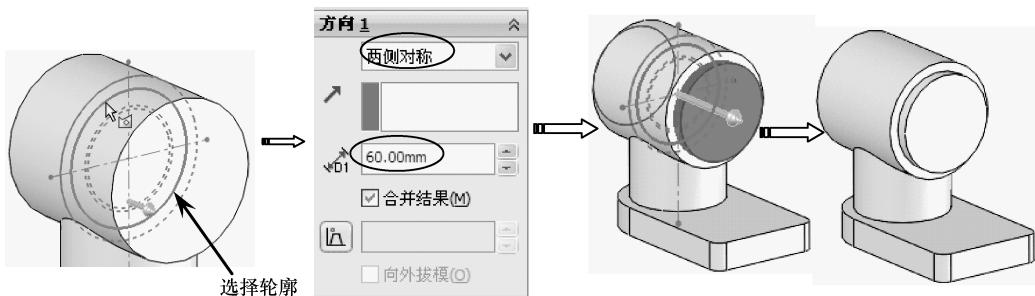

图 1-80 创建第 2 个拉伸特征
- 08 使用【拉伸凸台/基体】工具，选择草图中直径为【42】的圆作为轮廓，然后创建出两侧对称、拉伸深度为【60】的第 2 个拉伸特征，如图 1-80 所示。